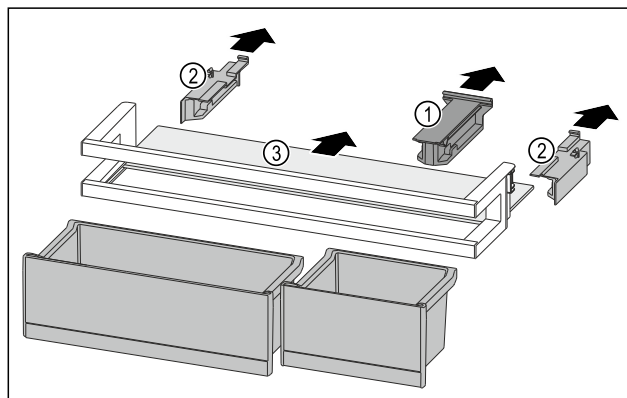

Fig. 115
- Zdjąć element trzymający Fig. 115 (1).
- Zdjąć elementy boczne Fig. 115 (2).
- Wyjąć półkę Fig. 115 (3).